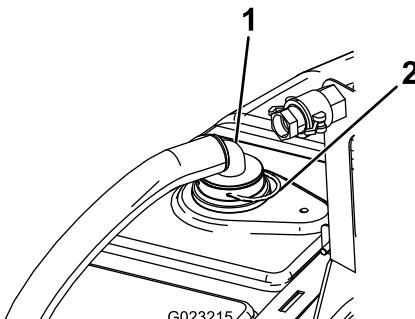

Bild 17
1. Befestigen Sie das Schlauchende mit dem 90°-Anschlussstück mit einem Befestigungsstift am vorher montierten Schott (Bild 17).